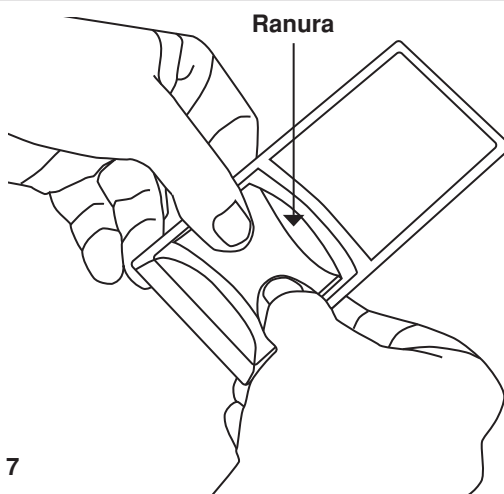

Figura 7
3. Saque los lentes instalados apretando suavemente para sacar un lado fuera de su ranura y luego el otro (vea FIGURA 7).